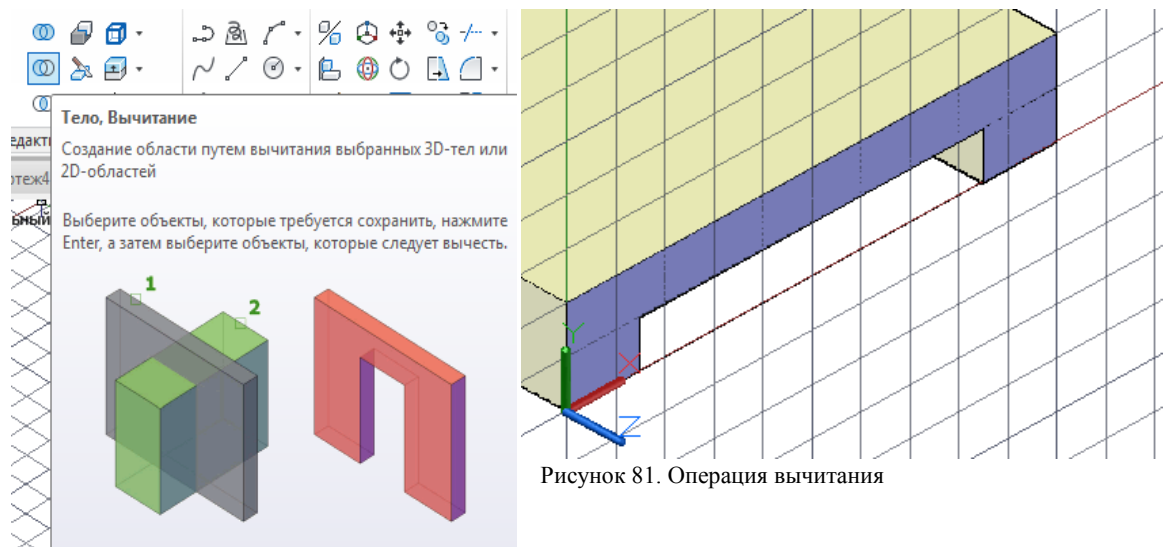

Рисунок 81. Операция вычитания
**Четвёртая операция – Вычитание.** С помощью команды вычитание (рисунок 81) вырезать вырез в плите, указав саму плиту как первое тело, из которого вычитают и выдавленное из полилинии тело как второе тело, которое вычитают из первого. Нажмите 2 раза Enter.